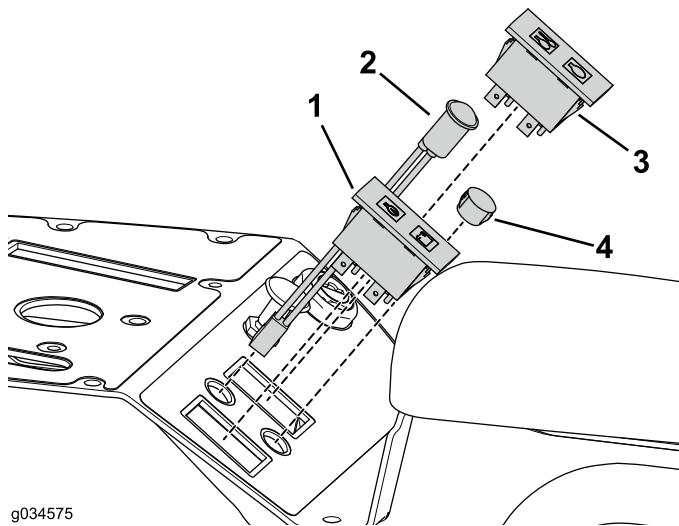

Figura 10
1. Rimuovete gli indicatori di avvertenza dal gruppo consolle, se presenti (Figura 10).